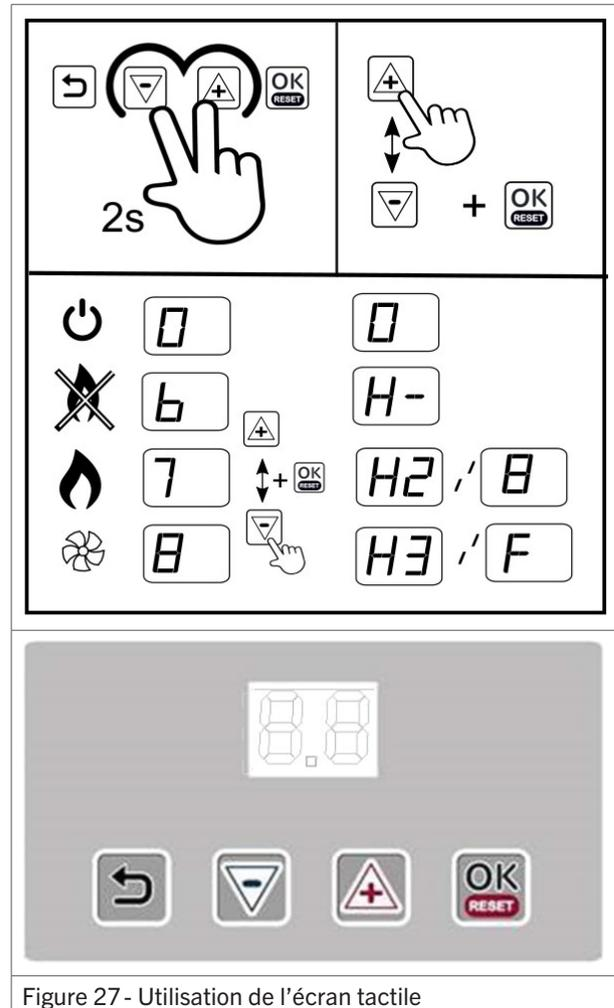

Figure 27 - Utilisation de l'écran tactile
1. Appuyer simultanément sur les touches (+) et (-) (figure 27). Un 0 va clignoter à l'écran.
1. Appuyer simultanément sur les touches (+) et (-) (figure 27).